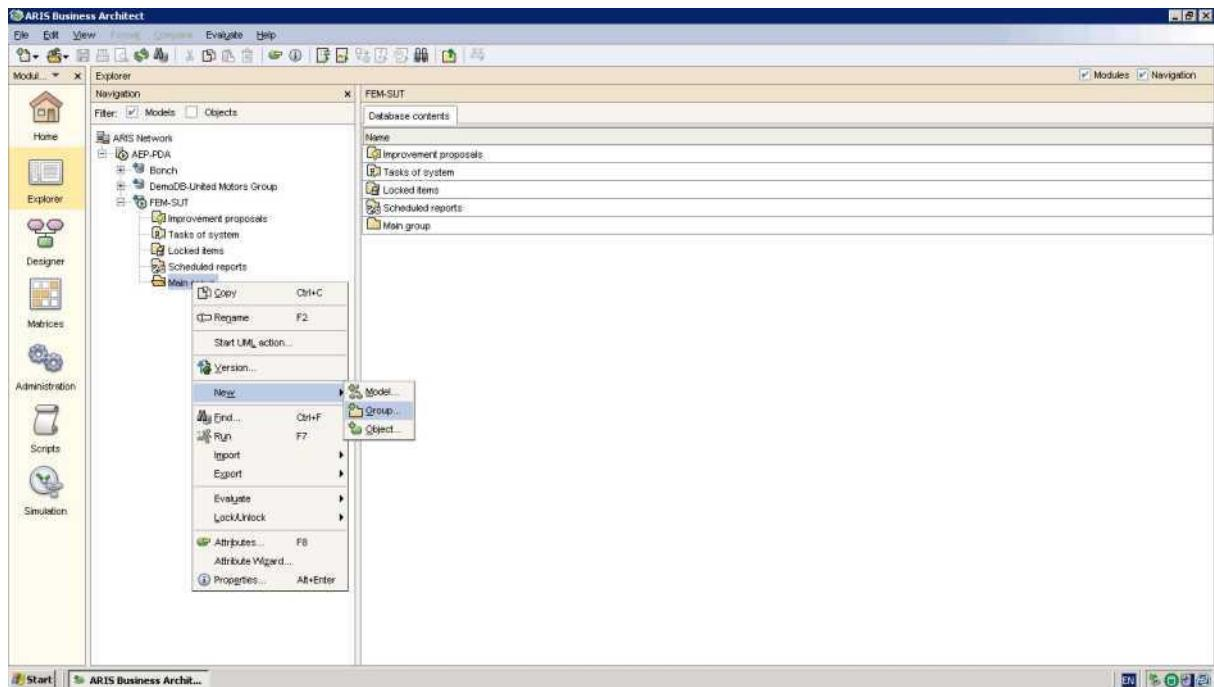

Рис. 4. Создание папки в ARIS Business Architect
3) В окне ARIS Business Architect перейдите на вкладку Explorer. В базе данных (БД) FEM-SUT в разделе Main Group создайте личную папку, в которой будете создавать модели (рис. 4).